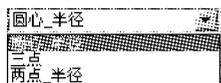
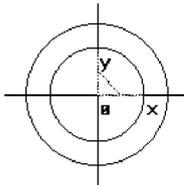

图 2-1-6 “圆”立即菜单
图 2-1-7 绘制 $\phi 20$ 和 $\phi 30$ 的圆
① 单击曲线生成栏中的“整圆”图标，或者执行【造型】|【曲线生成】|【圆】命令。
② 在立即菜单中选择【圆心_半径】，如图 2-1-6 所示，系统提示“圆心点”，单击坐标原点；此时系统提示“输入圆上一点或半径，当前半径=”，按回车键，输入“10”（直接在键盘上输入 10）并回车，即绘制 $\phi 20$ 的圆。继续输入半径“15”并回车，绘制 $\phi 30$ 的圆，如图 2-1-7 所示。右击退出“整圆”命令。